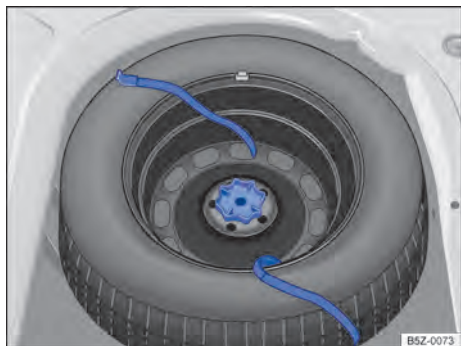

Fig. 142 No compartimento de bagagem: manipulo para fixação da roda de emergência.
- Girar totalmente o manipulo localizado no meio da roda de emergência ⇒ Fig. 142, no sentido anti-horário, e remover a roda de emergência.